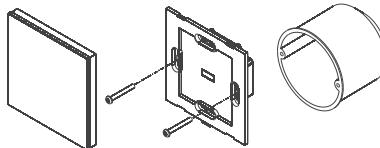

Рисунок 2. Установка панели в монтажную коробку.
- 3.6. Установите панель в монтажную коробку и закрепите ее при помощи двух винтов [рисунок 2].